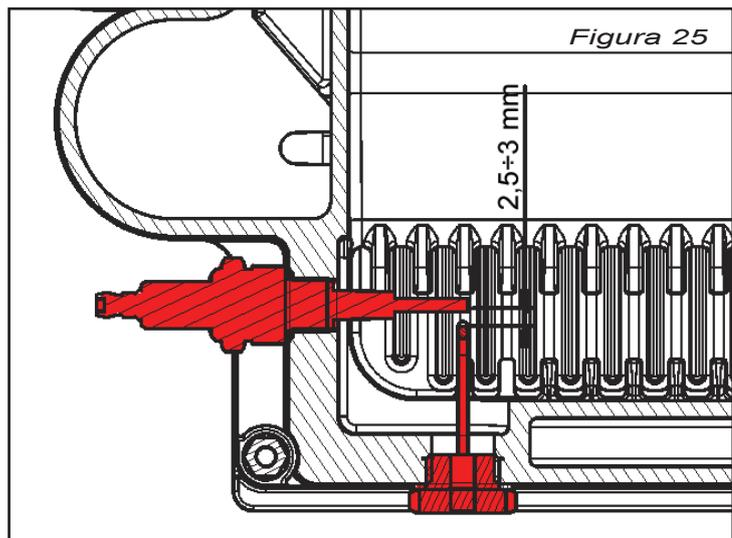

Figura 25
- 2) Dopo averla rimontata, porre particolare attenzione a che il filo interno sia in posizione verticale e verificare la corretta distanza tra elettrodo e spia fiamma (figura 25).
Nel caso di sostituzione e controllo degli elettrodi di accensione e rilevazione è necessario verificare il loro corretto posizionamento e la loro distanza, come rappresentato in figura 25.